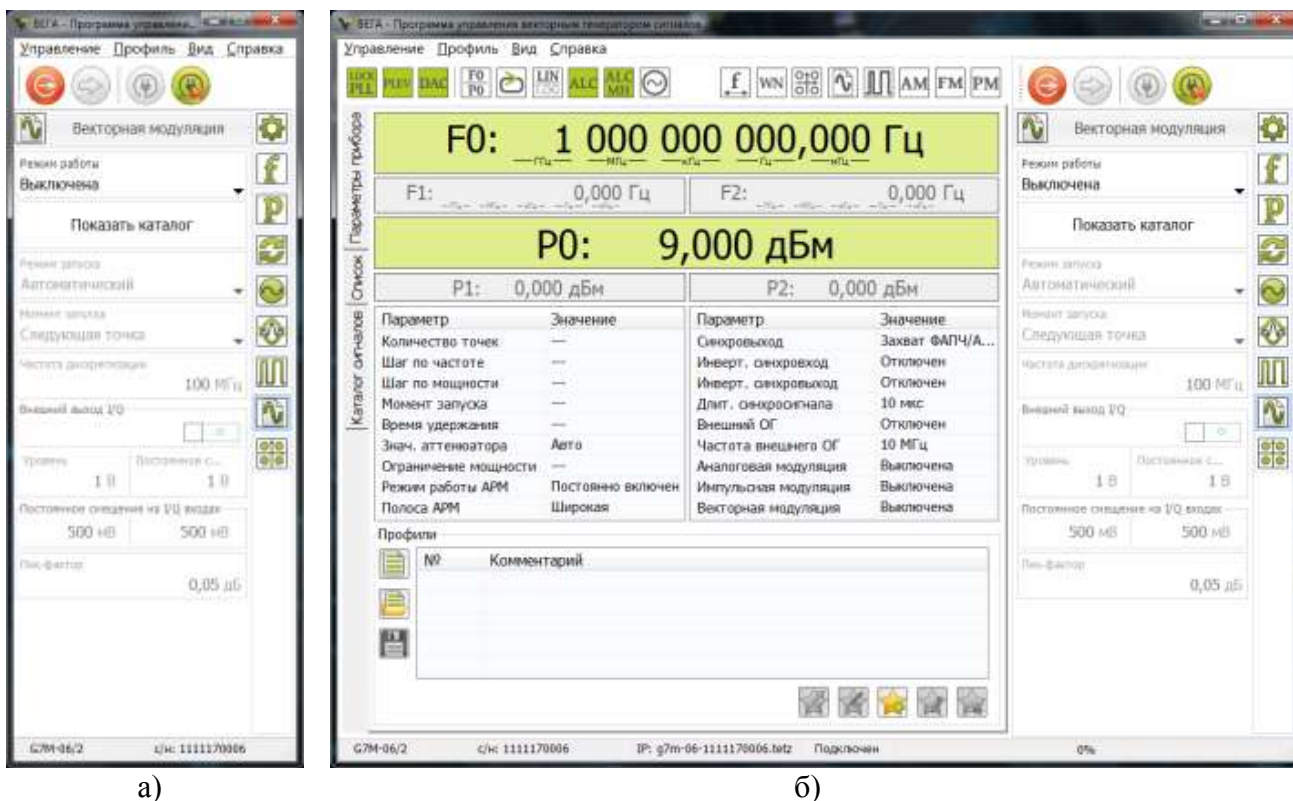

Рисунок 5.19 – Компактный и расширенный виды
- а) «Компактный вид» – окно ПО принимает компактный вид, отображаются только «Меню», «Панели управления», «Панель инструментов» и «Статусная строка» (рисунок 5.19-а);
б) «*Расширенный вид*» – окно ПО принимает вид, как при первом запуске, отображаются все элементы интерфейса пользователя – «*Меню*», «*Панели управления*», «*Статусная строка*» и др. (рисунок 5.19-б);